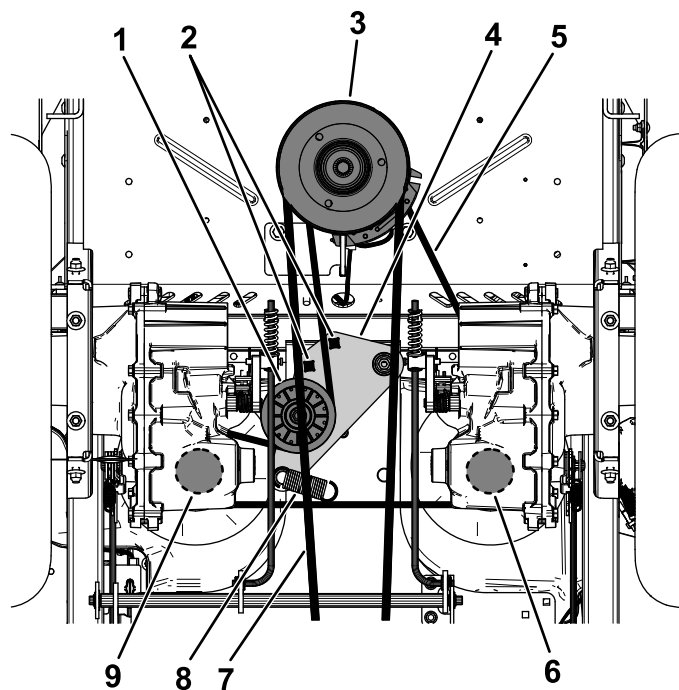

Figura 82
5. Utilice una llave de carraca de ½" o similar en uno de los orificios cuadrados del brazo tensor para aliviar la tensión del muelle tensor (Figura 82).
6. Retire la correa existente de la polea tensora, de las 2 poleas de transmisión de la bomba hidráulica y de la polea del motor (Figura 82).
7. Instale la correa nueva alrededor de la polea tensora, la polea del motor y de las 2 poleas de la bomba hidráulica (Figura 82).